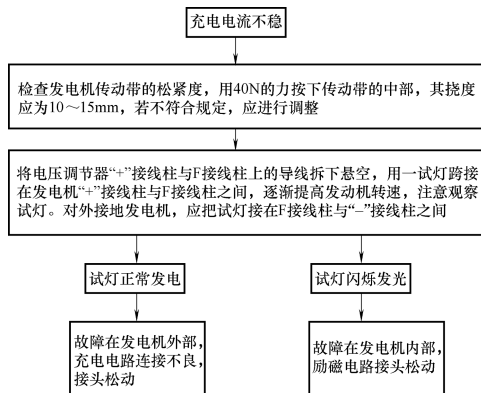

图 4-21 充电量不稳的故障排除
(3) **故障诊断与排除方法** 故障诊断与排除步骤可按图 4-21 所示顺序进行。